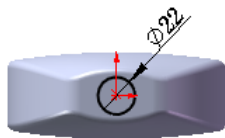

图 3.30.29 草图 8
Step26. 创建图 3.30.29 所示的草图 8。选择下拉菜单 **插入(I)** → **草图绘制** 命令；选取基准面 5 作为草图基准面，绘制图 3.30.29 所示的草图。